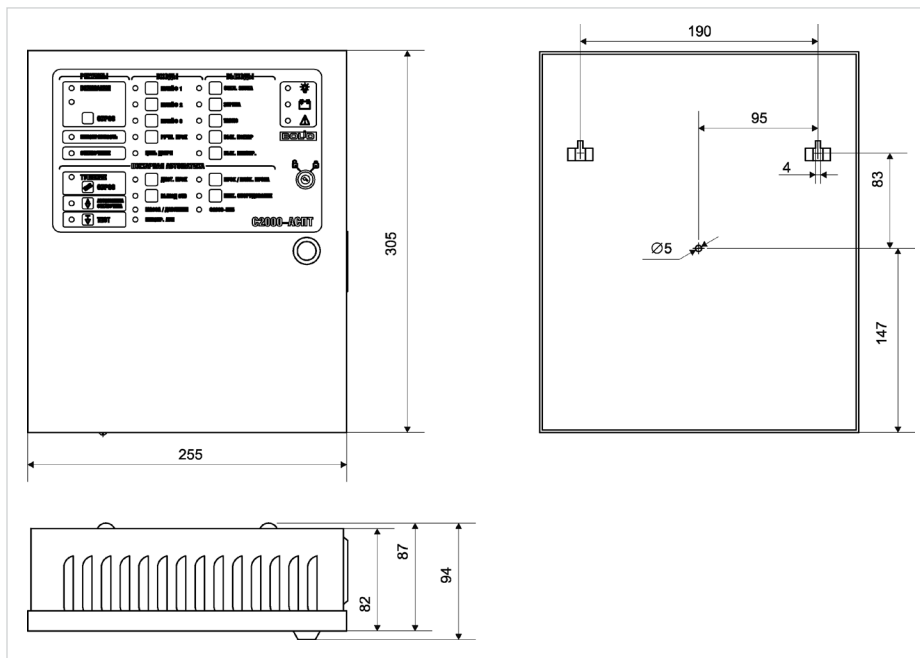

Рисунок 27. Внешний вид и габаритные размеры приборов «С2000-АСПТ», «Поток-ЗН», «Рупор»
1. Наметьте на стене места для трех установочных отверстий в соответствии с габаритным чертежом (см. рис. 27).